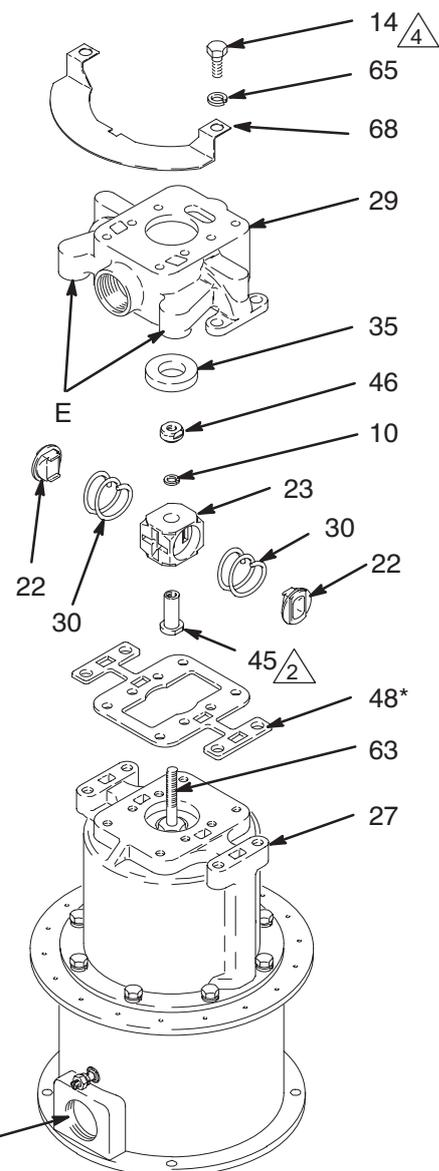

Рис. 9
ПРИМЕЧАНИЕ: См. Рис. 9 по операциям с 12 по 17.
18. Смажьте корпус (52), пружину (31) и направляющую (51) слоем негустой влагуустойчивой консистентной смазки. Соберите корпус и пружин в направляющую. Смажьте маслом штифт (11) и вставьте его в корпус. Вдвиньте эти собранные детали в воздушный коллектор (29). Проверьте, что штифт (11) совмещен с прорезью (С, Рис. 9) корпуса воздушных клапанов (23) перед сборкой остальных частей воздушного клапана. Повторите эти операции на другой стороне.
19. Установите уплотнительное кольцо (9) на держателе (47). Вкрутите держатели на обеих сторонах коллектора (29); они должны свободно вкручиваться рукой на всю длину резьбы в коллектор. Если они не вкручиваются, то проверьте, что детали собраны правильно, и исправьте любую несоосность. Теперь туго затяните держатели (47).
20. Установите уплотнительную прокладку (53*), крышку (28) и уплотнительную прокладку (69) на воздушном коллекторе (29). Сверьтесь с перечнем деталей для Вашей модели для использования правильной уплотнительной прокладки (53*). Убедитесь, что эти детали сориентированы так, как показано на детализованном чертеже для Вашей модели.
21. Для установки кожуха (54), выполните операцию а. или б., в зависимости от того, что Вам подходит.
- а. *Для моделей 215255 и 233077:* Установите уплотнительное кольцо (18), рым-болт (26), болты (12), пружинные шайбы (3), фитинг впускного воздушного патрубка (56) и кожух (54). Затяните болты с моментом затяжки 12–16 Нм.
- б. *Для модели 237001:* Установите уплотнительное кольцо (18), рым-болт (26), болты (12), пружинные шайбы (3), фитинг впускного воздушного патрубка (56), воздушную трубку (83), глушители (76) и кожух (54). Затяните болты с моментом затяжки 12–16 Нм. См. стр. 26.